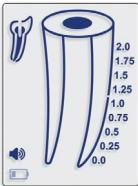

Fig. 2
- 5.2.2. Quando la batteria ha raggiunto un basso livello di carica, sulla schermata viene visualizzato un indicatore lampeggiante di Basso livello batteria (Fig. 2). Endo-Eze™ Find® continuerà a funzionare normalmente anche con batteria quasi scarica, tuttavia occorrerà sostituirla prima si scarichi completamente.